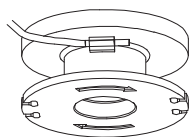

Fig. 28
2. Tenez la tête de coupe (13) d'une main. Appuyez sur les loquets de déverrouillage (13b) des deux côtés pour retirer le couvercle (13a).
7. Faites passer le nouveau fil de coupe (13d) par le petit œillet de la bobine de coupe (13c) dans le sens des flèches (Fig. 28).